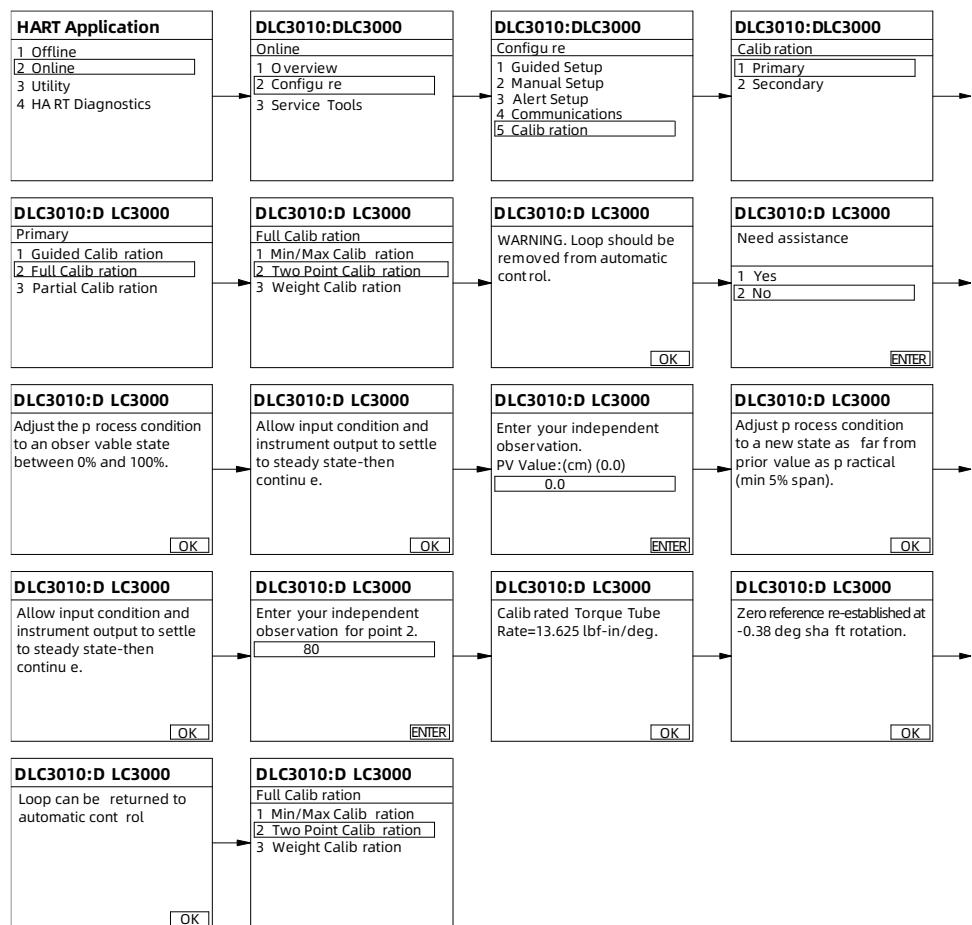

图 12
2) 两点校验法：将内筒挂在杠杆上，操作手操器，进入 HART。选择菜单 2 (Online) → 2 (Configure) → 5 (Calibration) → 1 (Primary) → 2 (Full Calibration) → 2 (Two Point Calibration) → 点击 OK → 选择 NO，按 ENTER → 调整液位至 0 点，点击 OK → 输入液位值 0.0，点击 ENTER → 在此界面调整液位至 100%，调整好后按 OK → 输入液位值（例 800mm），点击 ENTER → 点击 OK → 2 (Two Point Calibration)，设置完成（图 12，菜单间转换按手操器右键）。